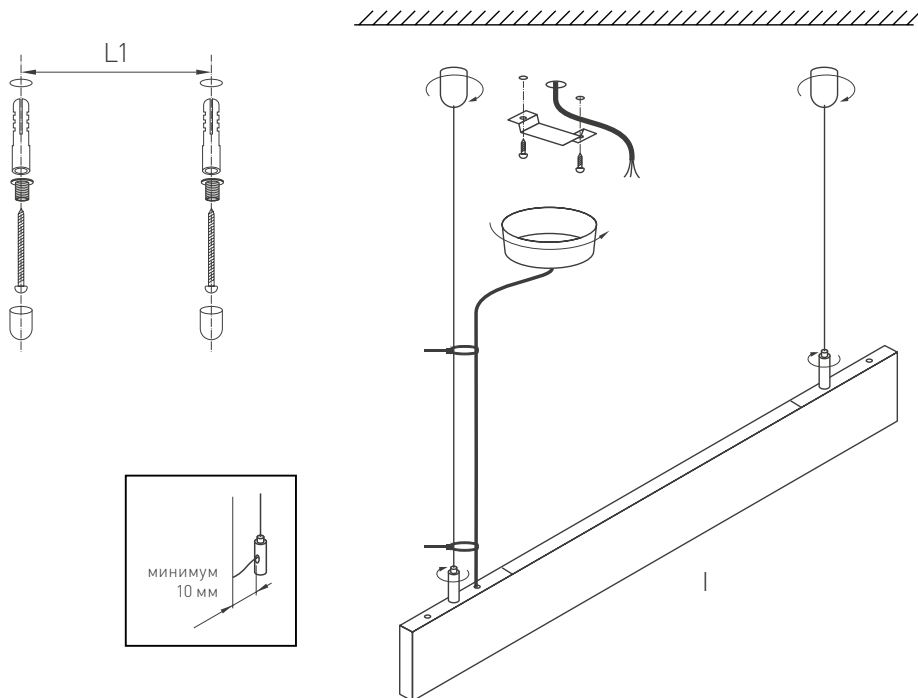

Рис. 2. Подключение и крепление одиночного светильника
- 3.2. Разметьте и просверлите отверстия, как показано на рис. 2.